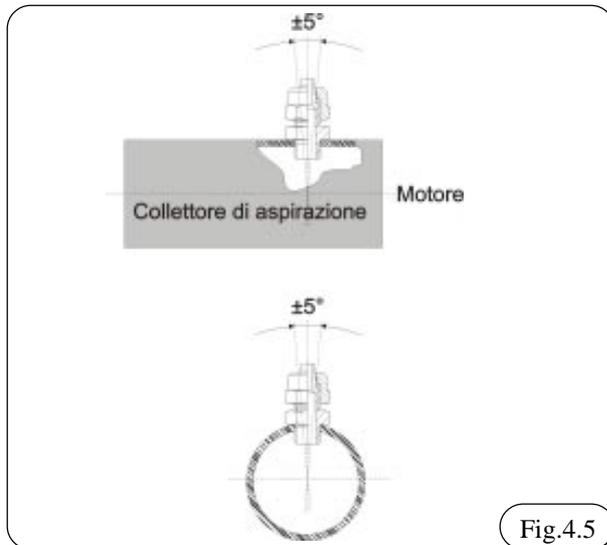

Fig.4.5
- il doit y avoir +/- 5° par rapport au collecteur d'admission Fig 4.5